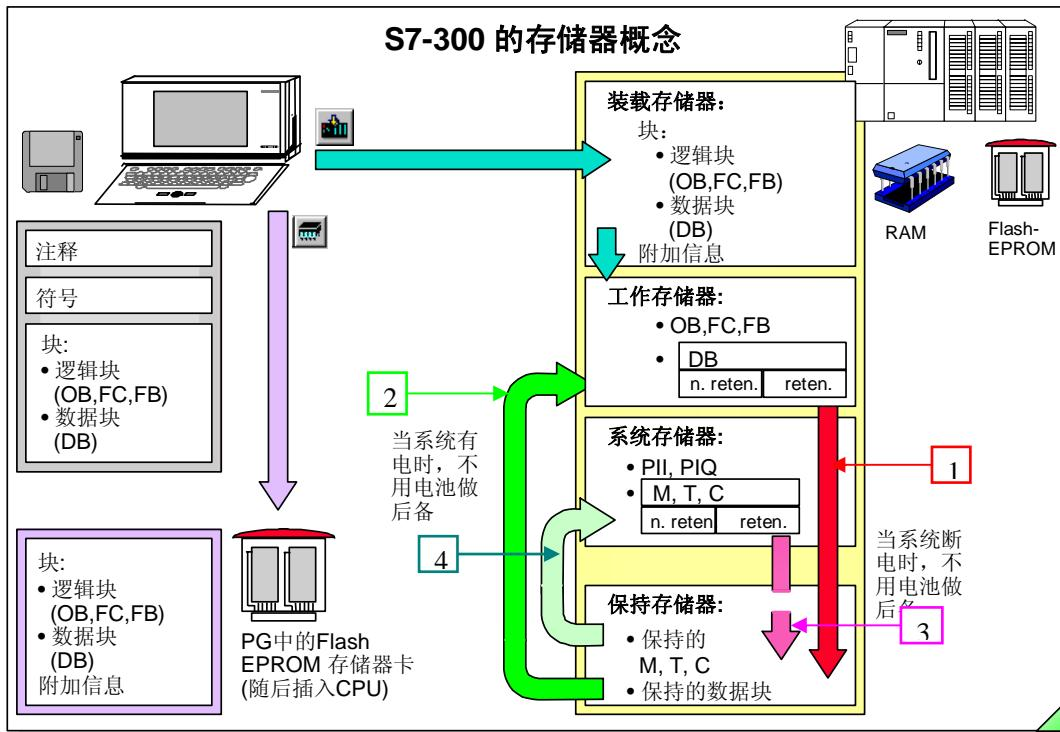

图 7-1
S7-300 PLC 的存储区可以划分为四个区域：装载存储器(Load Memory)、工作存储器(Work Memory)、系统存储器 (System Memory) 和保持存储区 (Non-Volatile memory)，具体如图 7-1
- 2) 若 CPU 没有后备电池，当系统断电时，在工作存储器中**定义了保持特性的数据块**会把数据写入保持存储器中，上电后保持存储器会把断电时的数据写入到工作存储区，保证了运行数据断电不丢失 (过程如图 7-1 中 与 箭头所示)。
- 3) 若 CPU 没有后备电池，当系统断电时，系统存储区中定义的保持位存储器(M)、定时器(T)和计数器(C)断电时也会写入保持存储器，恢复上电时断电时的数据重新写入，保证了运行数据断电不丢失 (如图 7-1 中 与 箭头所示)。